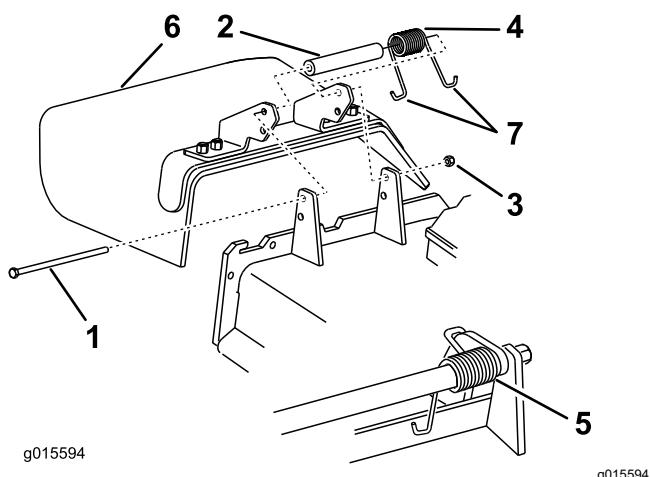

Figura 21
4. Retire la contratuerca, el perno, el muelle y el espaciador que sujetan el deflector a los soportes de pivot (Figura 21).
5. Retire el deflector de hierba (Figura 21).